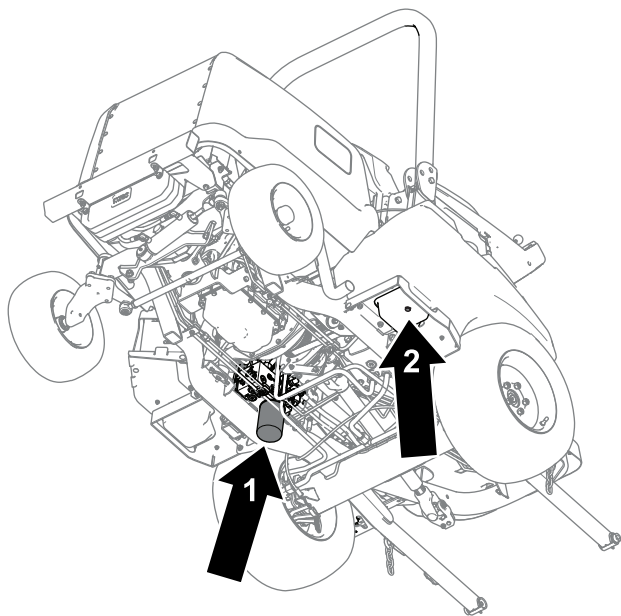

Figure 82
4. Retirez le bouchon de vidange (Figure 82) situé sur le côté du réservoir et laissez l'huile s'écouler dans le bac de vidange.
6. Placez un bac de vidange sous le filtre (Figure 82), déposez le filtre et vidangez le restant d'huile dans le bac.